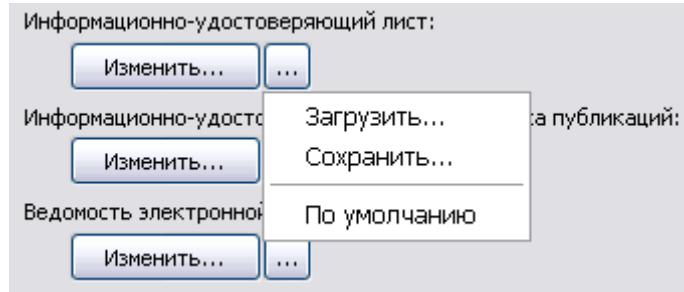

Рис. 1.23
- **Информационно-удостоверяющий лист.** Используется для сопровождения выпуска одного или комплекта электронных документов. Необходим для контроля целостности публикаций. В системе имеется стандартный шаблон информационно-удостоверяющего листа. Для его изменения нажмите на кнопку **Изменить...**. После этого откроется файл word с названием signaturelist.doc, содержащий форму для заполнения информационно-удостоверяющего листа. При необходимости измените форму, сохраните и закройте файл. Кнопка **...** используется для загрузки шаблона из файла, сохранения шаблона в файл, загрузки формы информационно-удостоверяющего листа по умолчанию (Рис. 1.23).